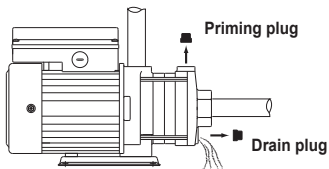

Fig.6
- 3.5 長期停用前，請利用洩水塞將泵浦內部液體排乾。欲重新供電啟動前請先確定葉輪、軸封無卡住情形，再行供電。若無法使其轉動，請把泵浦水機蓋、葉輪及軸封拆卸，清潔後再組合，如下圖 Fig.6。